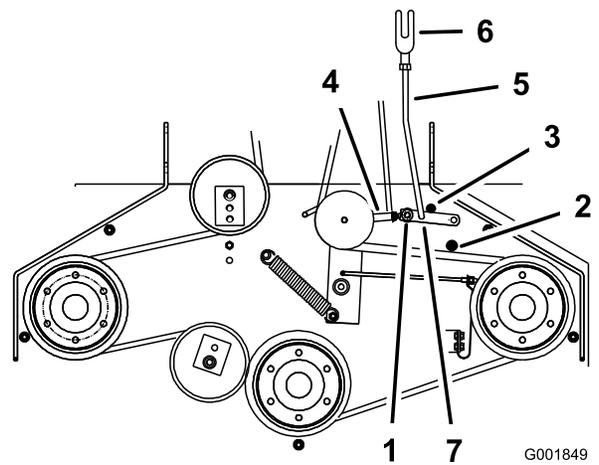

Figura 12
5. Accertatevi che il braccio di assistenza sia posto contro l'arresto del braccio di assistenza posteriore sul piatto di taglio (Figura 12).
7. Il braccio di assistenza dovrebbe essere a contatto con l'arresto del braccio di assistenza anteriore sul piatto di taglio. Qualora non sia a contatto, regolate la leva a squadra in modo da porla più vicina al tassello (Figura 12).
8. Per regolare il collegamento del braccio di assistenza, rimuovete la coppia dal braccio di assistenza (Figura 12).
11. Montate il collegamento del braccio di assistenza nel braccio di assistenza e fissatelo con la coppia (Figura 12).